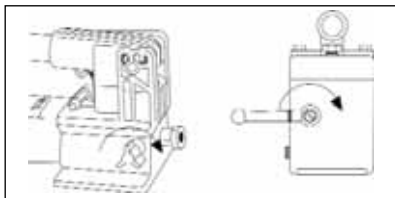

Figure 6
1. Fermer le robinet de décharge en le tournant vers la droite, comme l'illustre la figure 6.